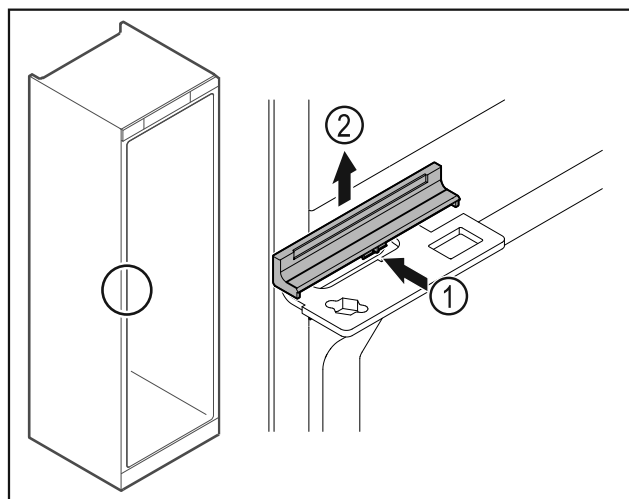

Fig. 43
- 轻轻压入中间的盖板 Fig. 43 (1)并朝上取下 Fig. 43 (2)。